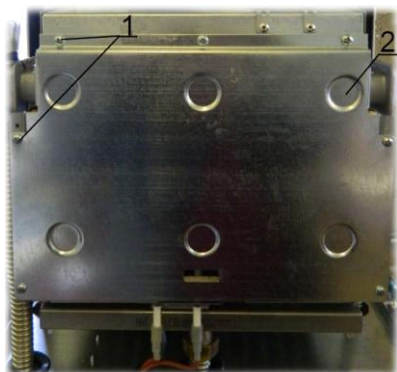

Рис. 19. Демонтаж передней стенки
- 1) снять с котла переднюю стенку 2 вместе с теплоизоляцией, предварительно отвернув семь саморезов 1 (см. Рис. 19);
- 1) снять с котла переднюю стенку вместе с теплоизоляцией (см. Рис. 19);